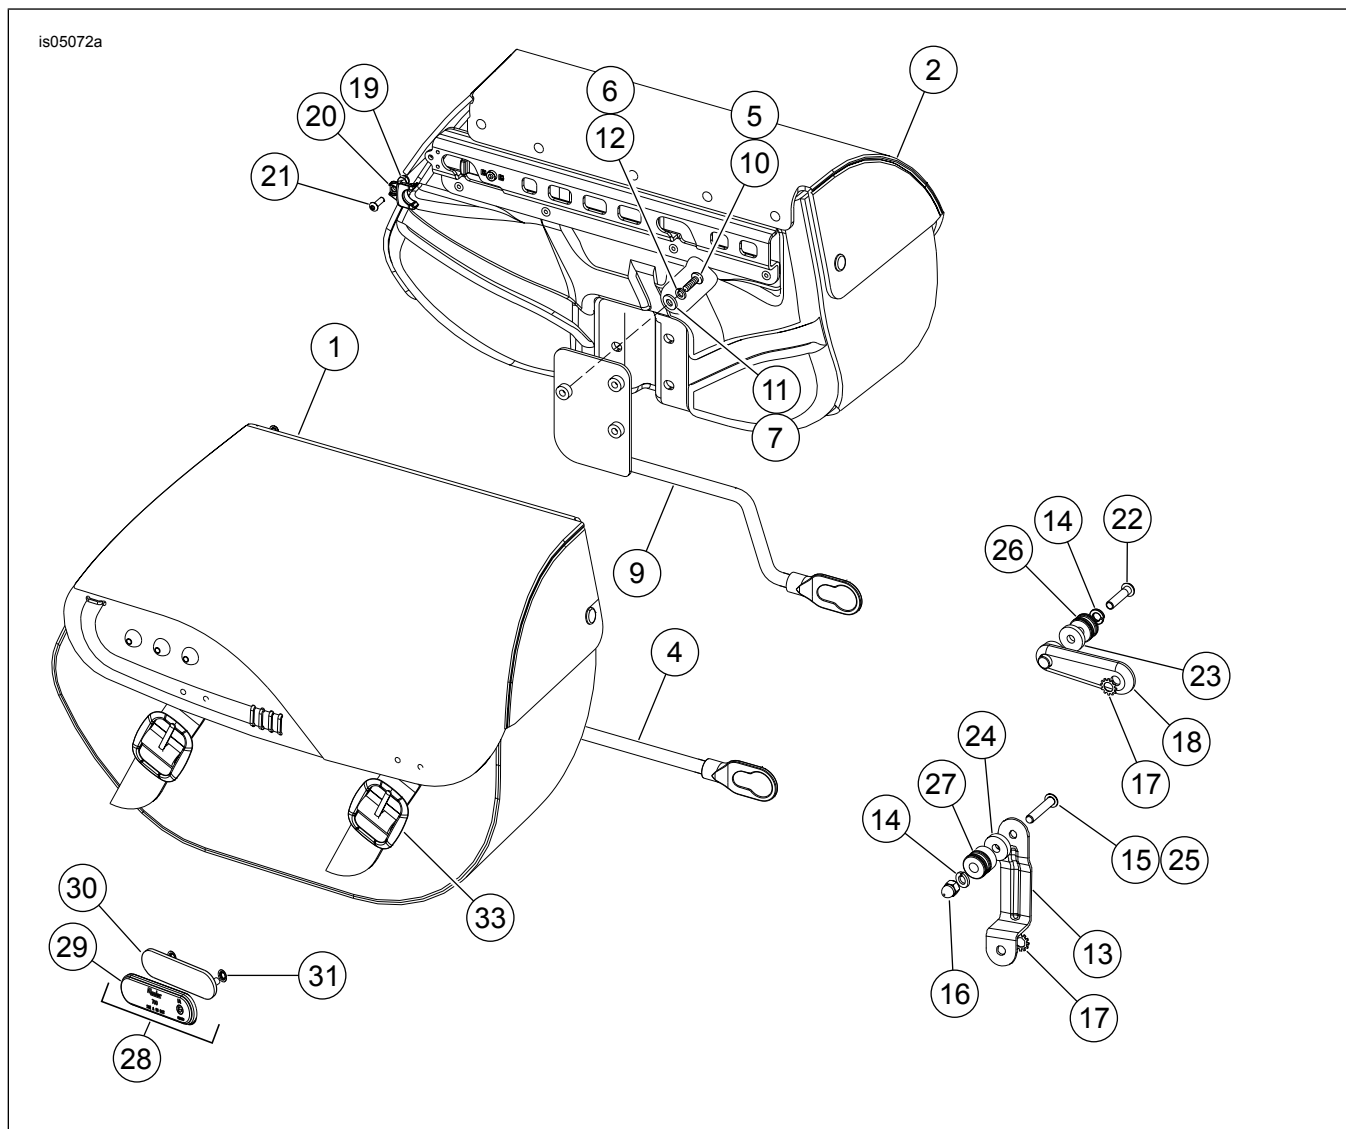

Figura 8. Peças de reposição: Alforjes removíveis
Veja Figura 8 e Tabela 1.
1. Veja Figura 8 e Tabela 1. Posicione o suporte do refletor (30) no centro do alforje, entre as tiras.
3. Usando água com sabão ou álcool isopropílico, limpe a superfície do suporte do refletor (30) onde o refletor (29) será instalado.
7. Instale o suporte do refletor (30) no alforje usando duas porcas de pressão (31). As porcas de pressão são instaladas a partir da parte de dentro do alforje.